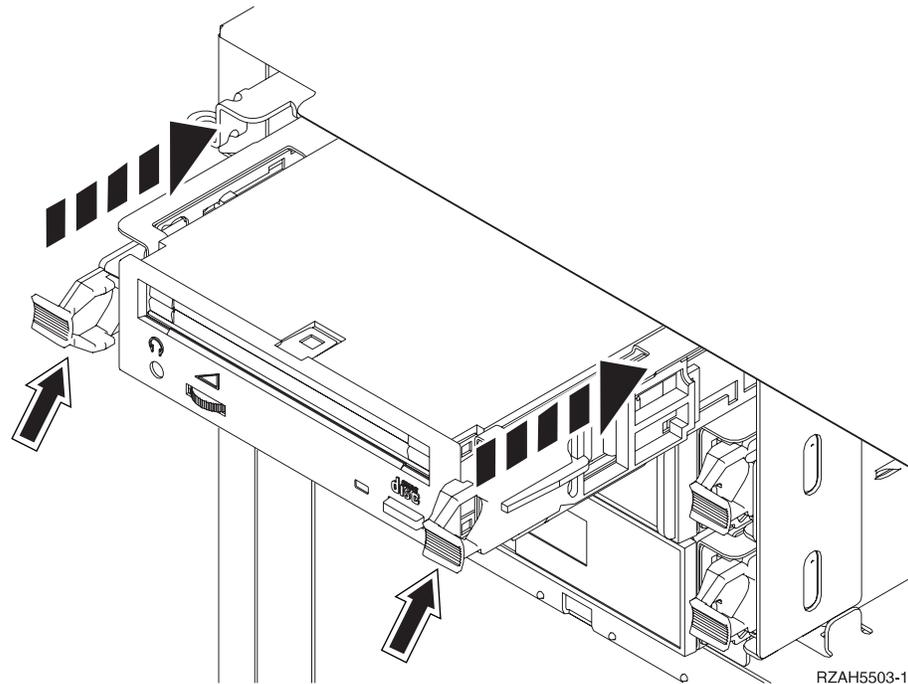

Figure 5. Installation de l'unité amovible
- ___ 4. Introduisez à moitié l'unité amovible dans l'emplacement choisi en la maintenant par le dessous (voir figure 5, à la page 11). Ne la poussez pas plus loin.